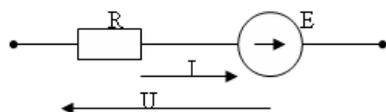

Рис.1.
По закону Ома для участка цепи (рис.1) величина тока определяется выражением (1)